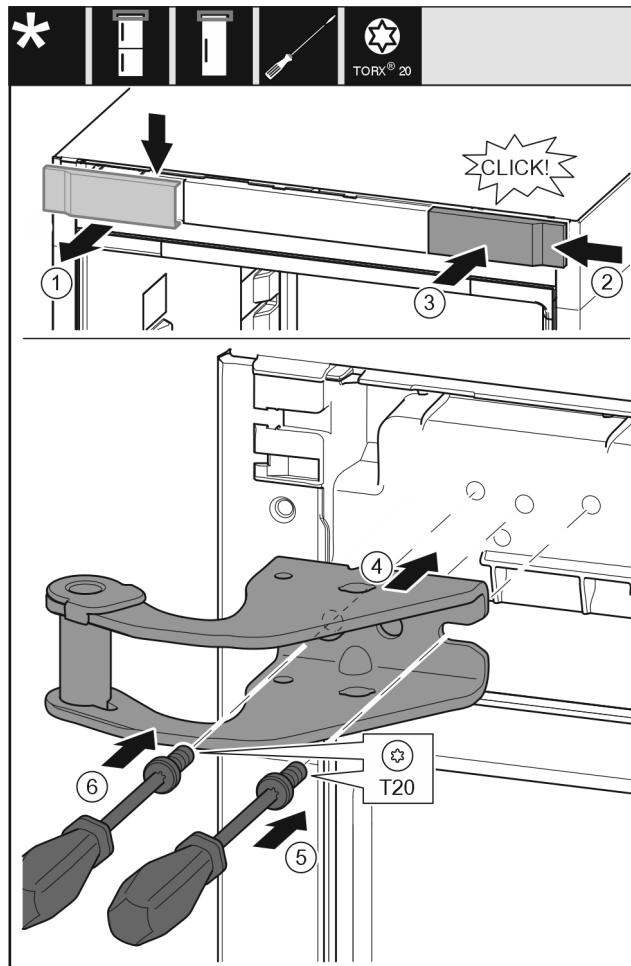

Fig. 12
- ▶ Hiqni kapakun mbulues nga lart duke e tërhequr përpara. Fig. 12 (1)
- ▶ Futni kapakun të rrotulluar me 180°, në anën tjetër nga e djathta. Fig. 12 (2)
- ▶ Mbërtheni në vend kapakun mbulues. Fig. 12 (3)
- ▶ Vendosni bazamentin mbështetës të sipërm. Fig. 12 (4)
- ▶ Vendosi vidën me një kaçavidë T20 dhe shtrëngojeni fort. Fig. 12 (5)
- ▶ Futni në vend vidën me një kaçavidë T20 dhe shtrëngojeni fort. Fig. 12 (6)